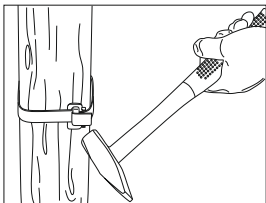
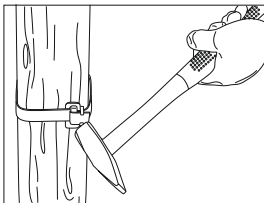

Рисунок 7
Рисунок 8
- при помощи молотка загнуть оставшуюся часть бандажной ленты (рисунок 7) и специальные прижимы на скрепе (рисунок 8).